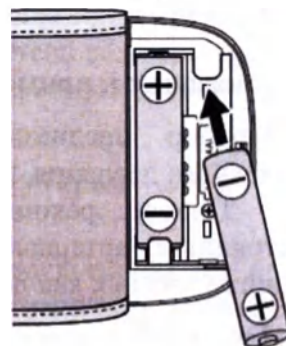

Рис. 3
2) Установите два элемента питания типа “AAA” в отсек. Убедитесь, что полярность соответствует обозначениям (+) и (-), приведенным внутри отсека (рис.3). Элементы питания легко устанавливаются при нажатии концом “-” на пружину. Когда элементы питания установлены правильно, на дисплее появится надпись M1.